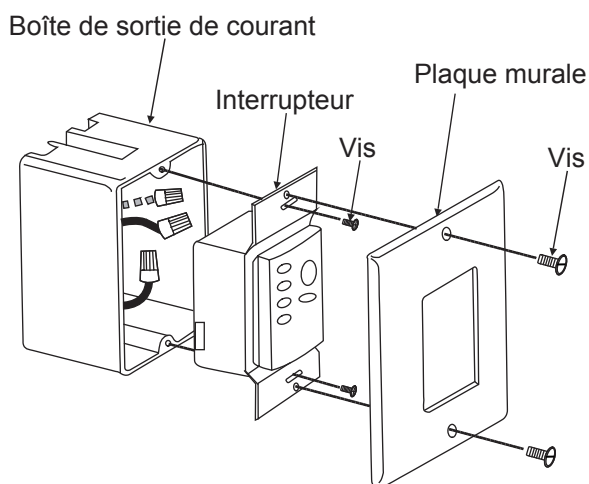

Fig. 23
Étape 2. Installez la plaque murale sur la boîte de courant existante à l'aide des vis fournies. (Fig. 23)